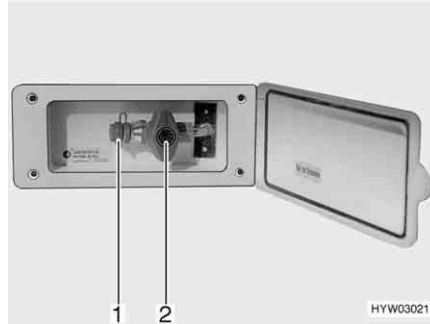

Bild 111 Externer Gasanschluss, Gasabsperrentil geschlossen
Der externe Gasanschluss (Bild 111) befindet sich je nach Modell am Heck oder auf der linken bzw. rechten Fahrzeugseite.
- Externes Gasgerät an der Anschluss-Stelle (Bild 111,1) anschließen.
- Das Gasabsperrentil (Bild 111,2) öffnen.